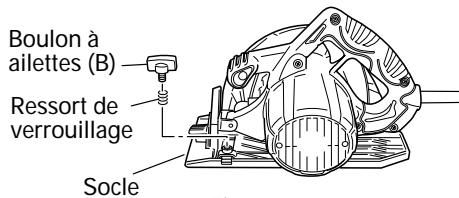

Fig. 6
3. Réglage du guide (garde de refente) (Fig. 6, 7) Accessoire en option